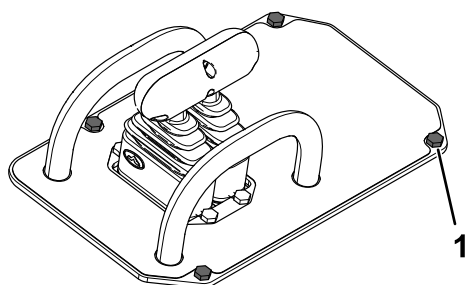

Figura 21
2. Rimuovete e conservate i 4 bulloni e dadi che fissano la copertura del quadro di comando alla macchina (Figura 21).